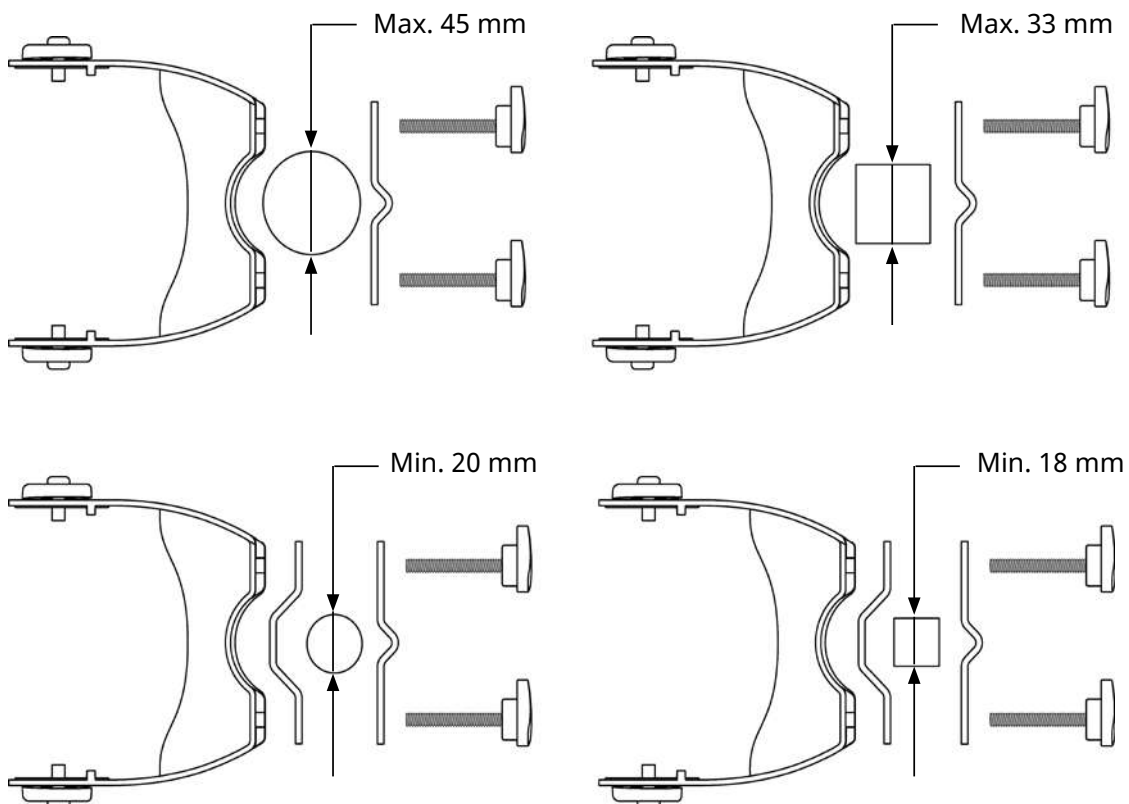

Fig.8: INSP
De straler kan worden bevestigd aan een paal of de baleinen van een parasol met de parasolklem INSP (accessoire). De klem kan worden bevestigd aan een ronde paal/balein met een diameter van 2-45 mm of een vierkante paal met een breedte van 18-33 mm. Zorg voor de montage van de unit dat de paal stabiel en stevig staat. De montage opties worden getoond in fig. 8.
1. Controleer of er een binnen klem nodig is, zie fig. 8.